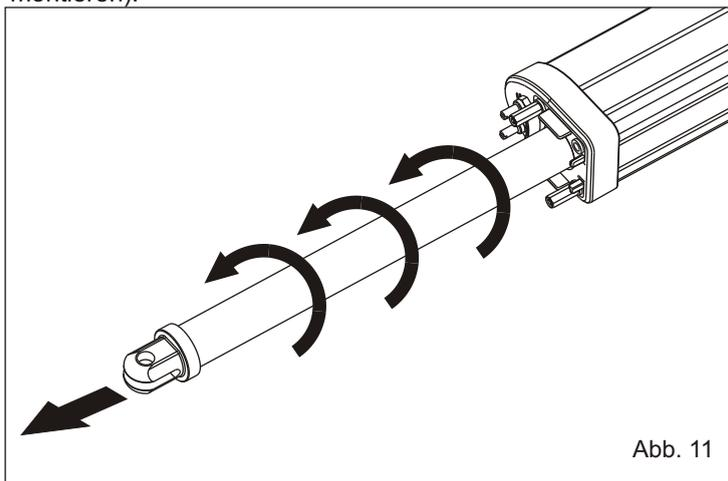

Abb. 11
**2.5. WICHTIG:** Den Arm bis zur maximalen Verlängerung abschrauben und danach in gegengesetzter Richtung mindestens eine halbe Runde drehen (anschrauben) siehe Abb. 11 und 12.